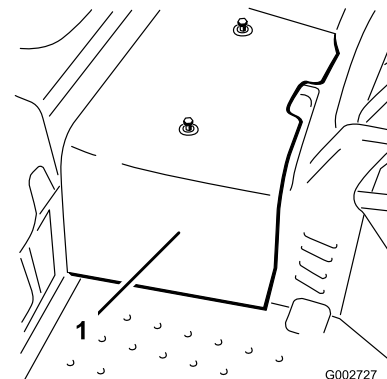

Figura 47
2. Allentate le 2 viti che fissano la protezione centrale alla macchina, e togliete la protezione (Figura 47).